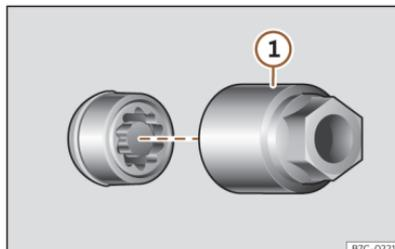

Abb. 233 Diebstahlhemmende Radschraube mit Abdeckkappe und Adapter
- Setzen Sie den Spezialadapter >>> (Abb. 233) ① (Bordwerkzeug >>> S. 329) bis zum Anschlag in die diebstahlhemmende Radschraube ein.